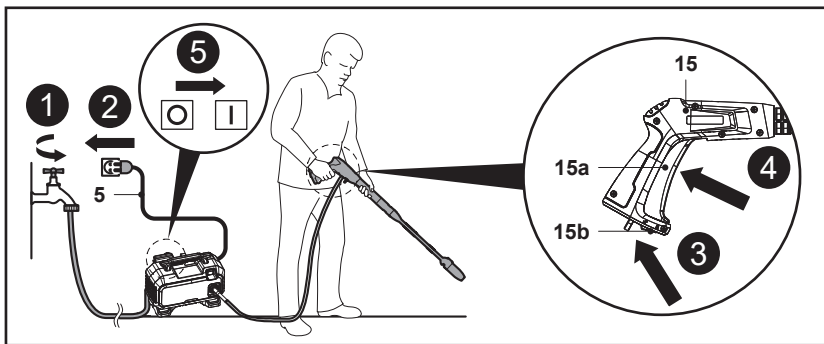

Fig. 11
1. Ouvrir le robinet pour laisser l'eau s'écouler dans la pompe (Fig. 11, étape 1).
2. Brancher le cordon d'alimentation (5) à la source d'alimentation en s'assurant que l'interrupteur marche / arrêt (3) est en position d'arrêt (Fig. 11, étape 2).
3. Tirer vers l'arrière le verrouillage de la gâchette (15b) au bas du pistolet de pulvérisation (15) pour déverrouiller la gâchette du pistolet de pulvérisation (15a) (Fig. 11, étape 3).
4. Appuyer à fond sur la gâchette (15a) jusqu'à produire un débit d'eau constant pour évacuer l'air de la machine et du tuyau d'alimentation en eau (Fig. 11, étape 4). Relâcher la gâchette du pistolet de pulvérisation (15a).
5. Mettre la machine en marche en appuyant sur l'interrupteur marche / arrêt (3) pour le mettre en position « I » (Fig. 11, étape 5).